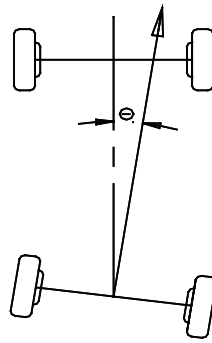

图1.6
- 推力角 (Thrust Angle) 定义为由车后轮总前束的夹角平分线 (推进线) 与几何中心线所成的角度 (见图1.6)。一般规定推进线朝左为正值, 朝右为负值。如果推力角不为0, 则车辆存在侧向运动的趋势。如果出现这种情况, 需要对后轮前束进行调节。